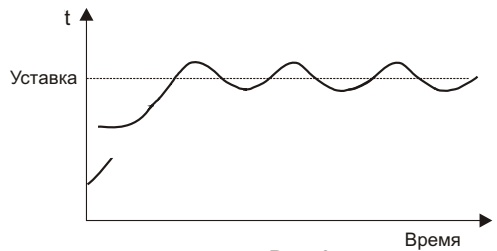
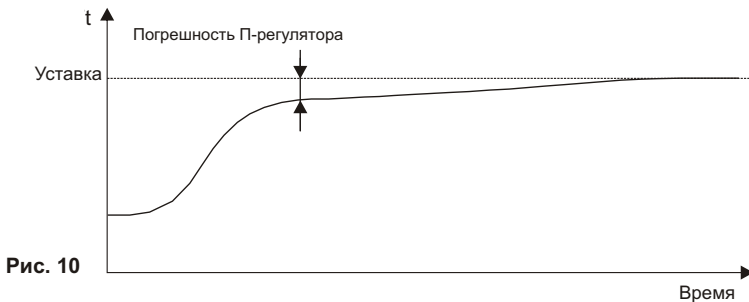
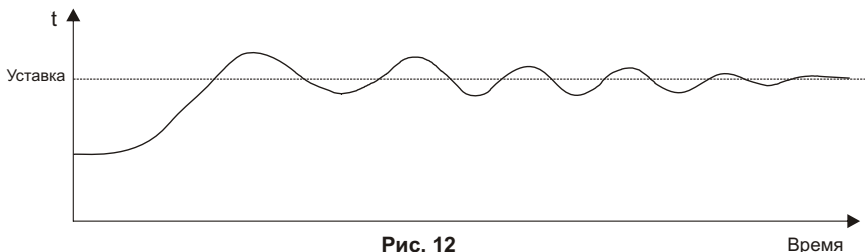

Рис. 9
Рис. 10
Рис. 12
Если в районе уставки происходят незатухающие колебания температуры (Рис. 9), то это свидетельствует о том, что  $K_p$  слишком велико и его необходимо постепенно снизить до исчезновения колебаний. Оптимальным считается  $K_p$ , при котором температура не достигает уставки несколько градусов. Эту разницу называют погрешностью П-регулятора.
1) Если есть необходимость настроить прибор на объект, при уже подобранном,  $K_p$ , в процессе регулирования, когда регулируемый параметр не достигает уставки несколько единиц (другими словами, устранить погрешность П-регулятора), то можно найти необходимое значение  $T_i$  методом подбора, изменяя его в процессе работы прибора, наблюдая за характером изменения ширины выходного импульса (светодиода) и параметра (температуры и др.) в системе. При этом необходимо учитывать, что при меньшем значении  $T_i$  увеличивается его влияние, и температура в системе достигнет заданной быстрее, чем при более высоких значениях  $T_i$ , но при слишком малом  $T_i$  в районе уставки начнутся колебания температуры (Рис. 9). При слишком большом значении  $T_i$  температура достигнет заданной, и будет держаться точно на заданном уровне, но выход может оказаться неприемлемо длительным (Рис. 10).
2) В большинстве случаев ПИ-регулятор необходимо настроить так, чтобы параметр выходил на установившийся режим с момента пуска прибора, без коррекций  $T_i$  по ходу процесса регулирования. Рассмотрим пример настройки ПИ-регулятора температуры на определенный объект. Если для выхода объекта (холодного) на заданный температурный режим воспользоваться коэффициентом интегрирования, подобранным в процессе регулирования, как описано выше (Рис. 10 или 11), то мы получим большой первоначальный заброс температуры и последующие слабозатухающие колебания температуры в районе уставки (Рис. 12).